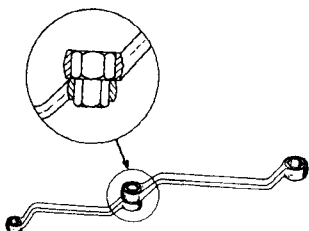

Рис. 9.7. Соединение ключей при помощи переходного сухаря
- на хвостовик вала храповика одеть составной ключ (рис. 9.7), имеющийся в комплекте шоферского инструмента, и вращением вала по часовой стрелке поднять колесо над платформой;